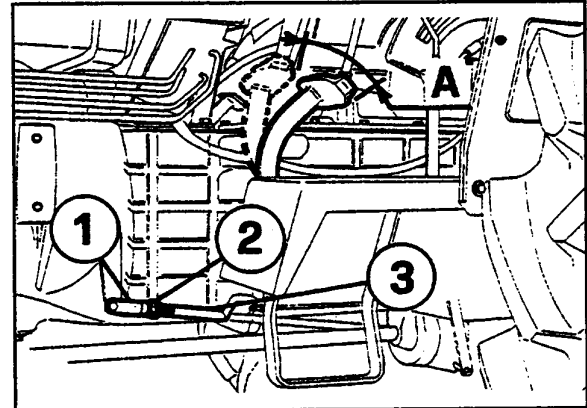

Fig.5-17 Regulación del pedal del embrague del cambio. Juego pedal A= de 1,5 a 2,5 cm
OPERACIÓN 12. Pedal embrague motor cambio mecánico Fig.5-17
La carrera libre (A - Fig. 5-17) medida en el pedal debe ser de 1,5 - 2,5 cm. y se regula desbloqueando la tuerca (2) y enroscando o desenroscando la horquilla (1) en el tirante (3).